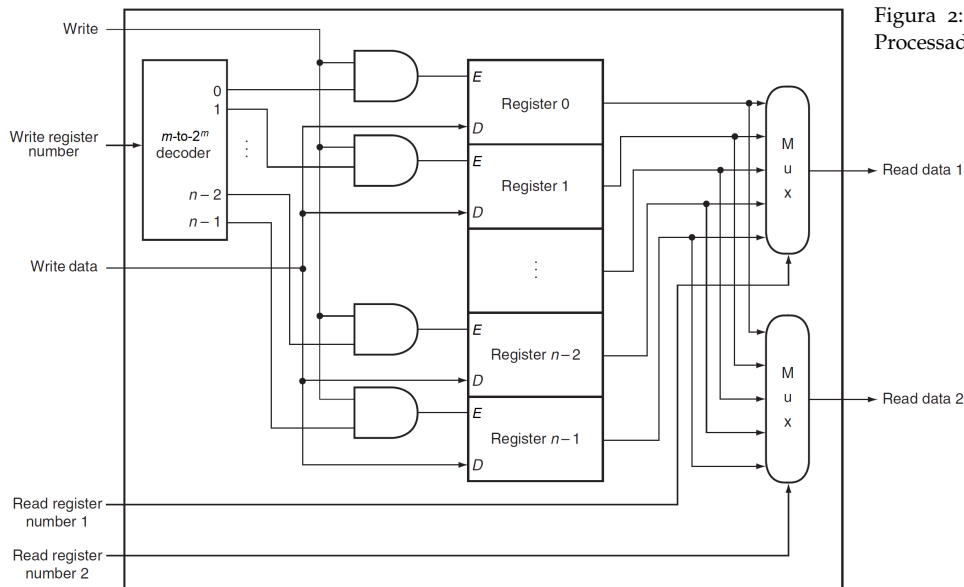

Figura 2: Banco de Registradores do Processador PoliLEGv8
Um **banco de registradores** é composto por um conjunto de registradores que podem ser lidos e escritos. Para isso, é necessário fornecer um número de registrador para o acesso ser realizado. Em um banco de registradores com n registradores, os números dos registradores variam de 0 a n-1. A Figura 2 a seguir ilustra um diagrama lógico geral de um banco de registradores que permite acessar simultaneamente até três registradores, sendo dois deles para leitura e um para escrita. Trata-se exatamente do caso do banco de registradores do processador PoliLEGv8.
**DICA DE PROJETO 3:** Pelo diagrama da Figura 2, você precisará criar dois componentes não existentes na biblioteca da Parte 1: um decodificador 5 x 32, que habilita a escrita do registrador indicado pela entrada *wr*, e um multiplexador de 32 entradas de 64 bits cada. O multiplexador precisará ser instanciado duas vezes: uma recebendo como entrada de seleção o sinal *rr1*, para escolher o registrador que deve colocar seu conteúdo na saída *q1*, e outro recebendo como entrada de seleção o sinal *rr2*, para escolher o registrador que deve colocar seu conteúdo na saída *q2*.